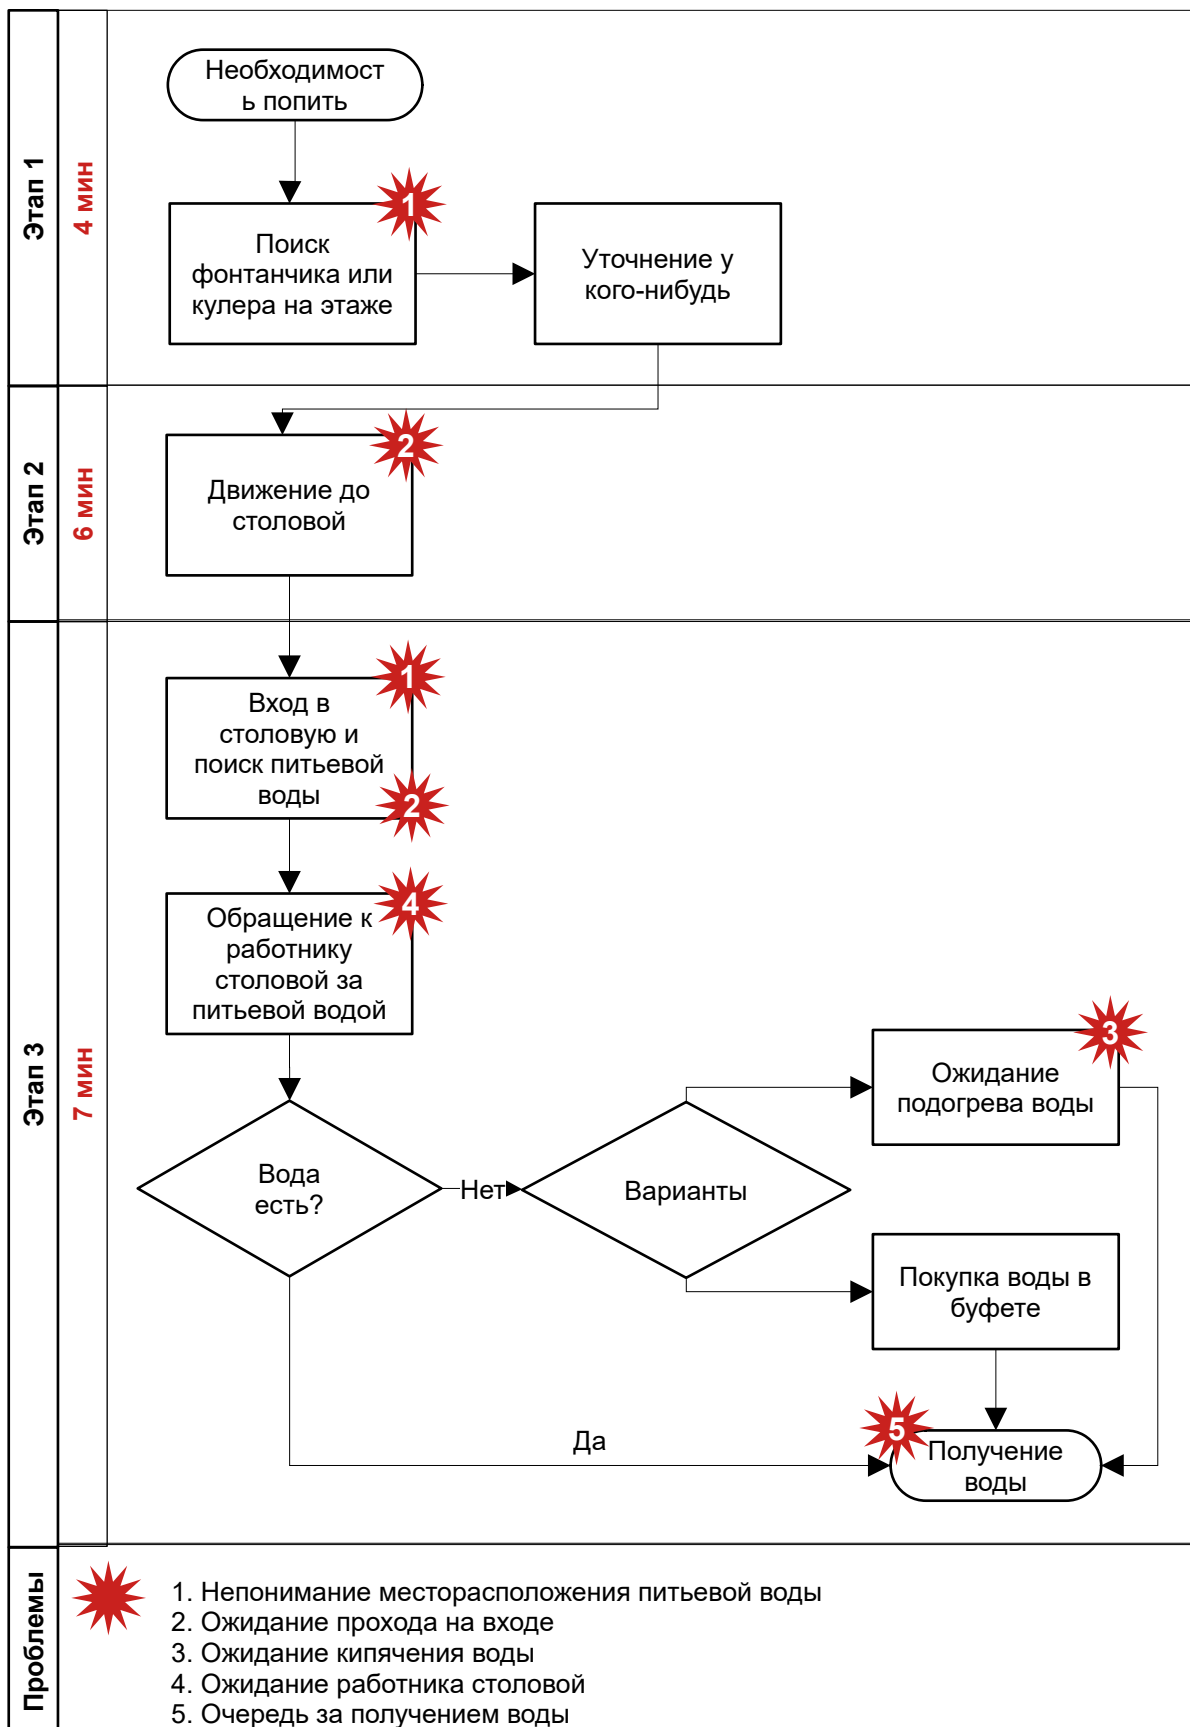

Рис. 2. Карта текущего состояния процесса
- 1) разработать карту текущего состояния процесса (рис. 2);